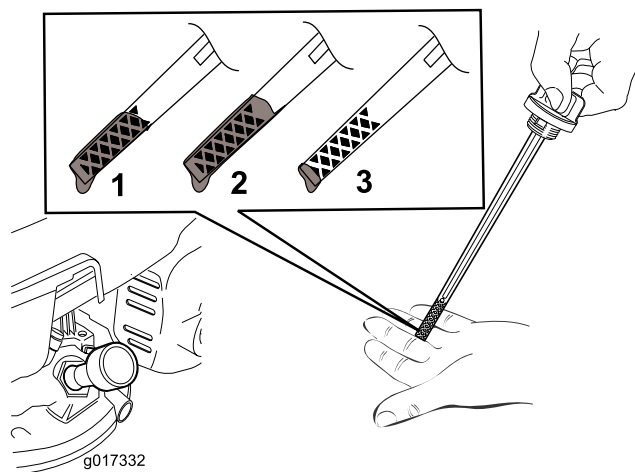

图6
2. 拆下量油尺（图6）。
**注意：** 向发动机曲轴箱添加机油，直到量油尺显示机油油位达到 图6 中所示的正确位置。如果发动机加注机油过多，则需要按照“更换机油”一节的说明，放掉多余机油。